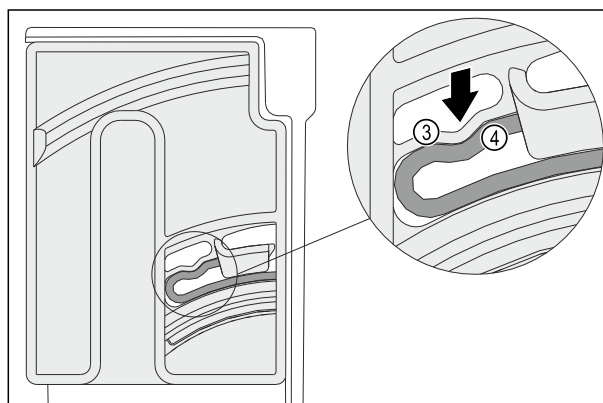

Fig. 148
- L'elemento elastico Fig. 148 (3) dell'unità di rotazione si innesta in modo udibile nel corpo circolare della nervatura Fig. 148 (4).